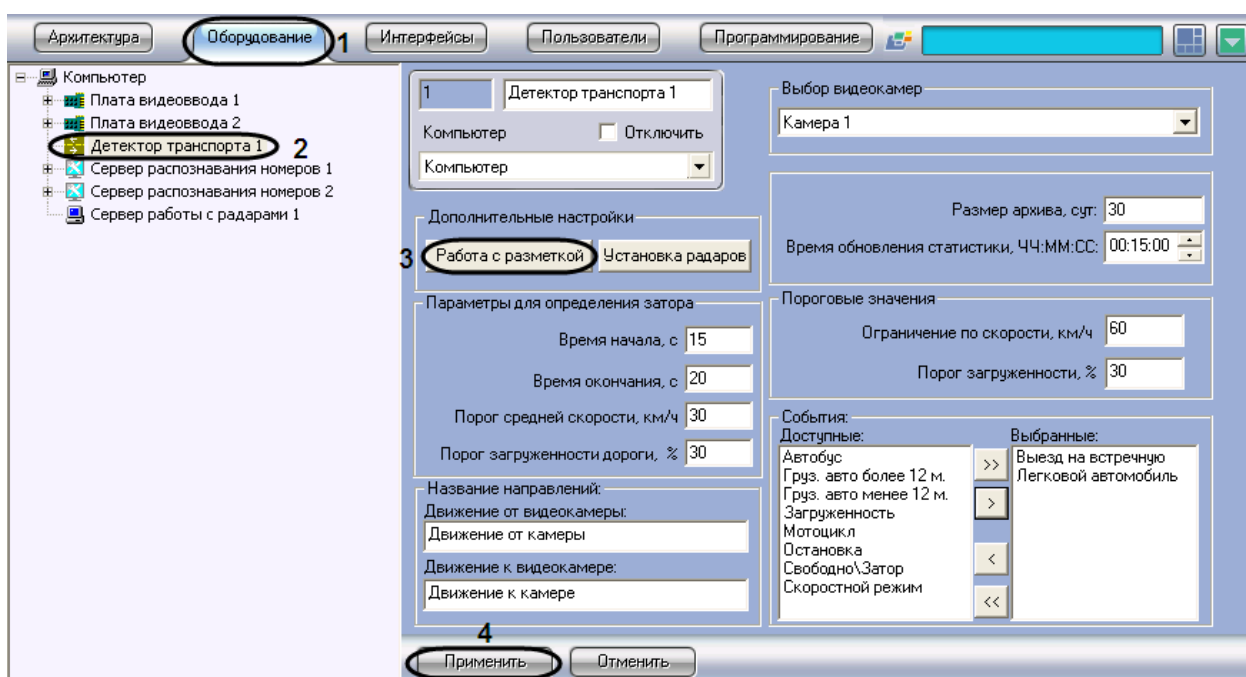

Рис. 7.4—11. Импорт файла, содержащего параметры разметки
2. В дереве объектов на вкладке «Оборудование» выбрать объект «Детектор транспорта», соответствующий настраиваемому программному модулю «Детектор транспорта» (Рис. 7.4—11, 2). В правой части вкладки «Оборудование» отобразится панель настройки выбранного объекта.
3. Нажать на кнопку «Работа с разметкой» и выбрать пункт «Импорт разметки» (см. Рис. 7.4—11, 3).